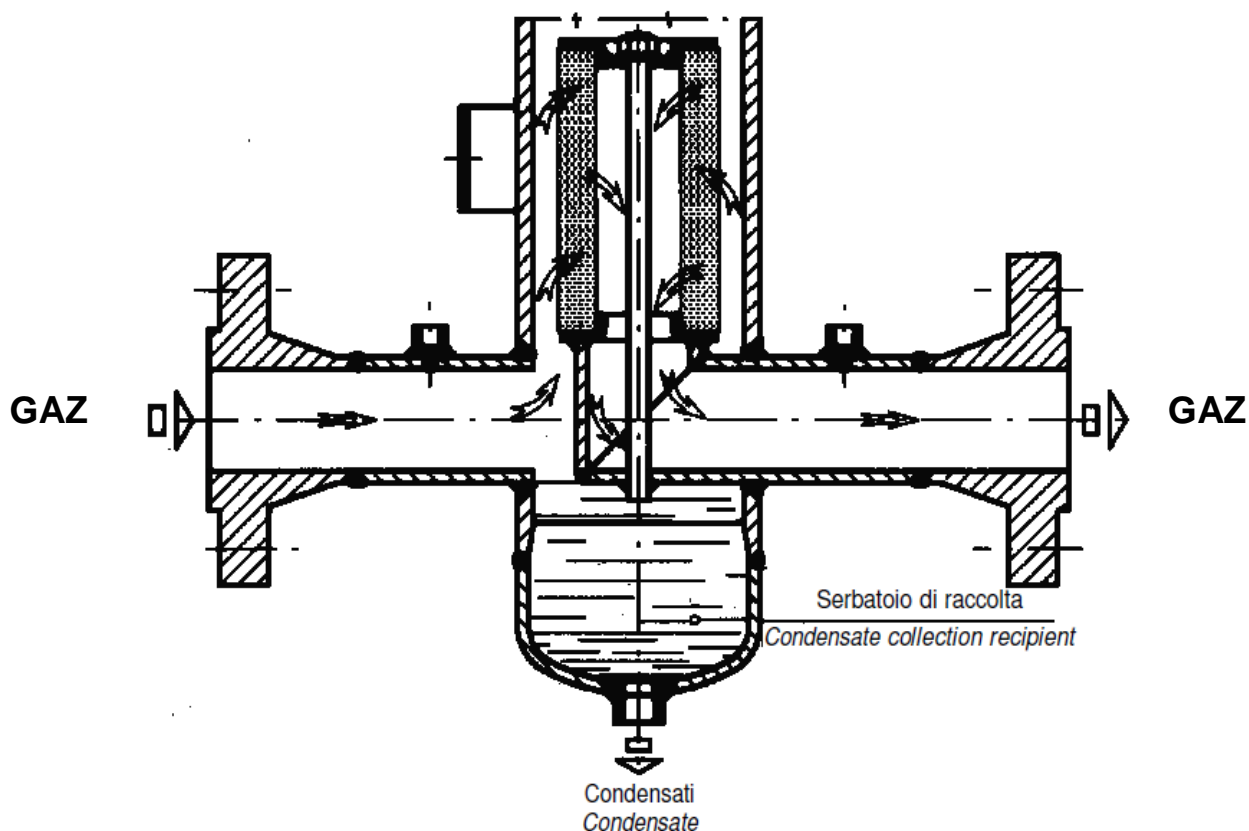

Fig. 1
1.2 FONCTIONNEMENT (FIG. 1)
En cas d'absence de la flèche la buse d'entrée se présente avec la sortie dirigée dans le corps du filtre (voir aussi figure 1).